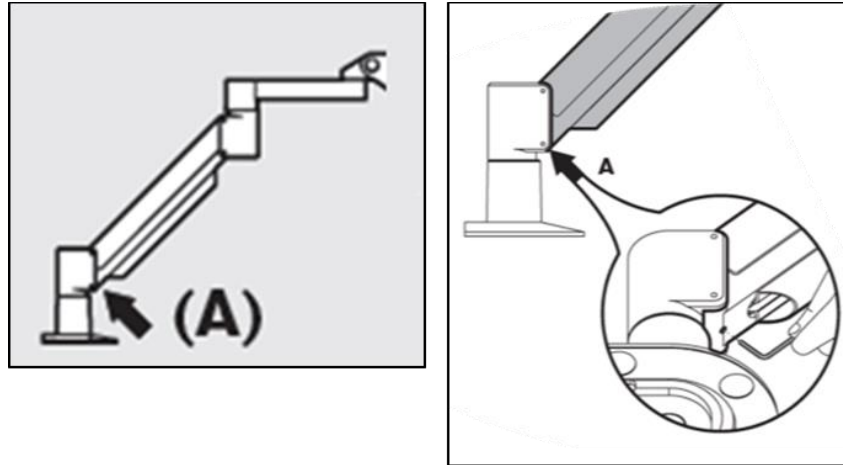

Figure 4-5. Desserrer la vis de réglage de contreponds A
- Si le bras s'affaisse lentement, relevez-le au maximum de sa plage de mouvements et desserrez la vis de réglage de contrepoids A en la tournant d'au moins un ½ tour. Utilisez une clé Allen 3/32. Voir la figure 4-5.
- Soulevez le bras dans sa position la plus élevée et serrez la **vis de réglage de contrepois A** jusqu'au contact, puis serrez de  $\frac{1}{2}$  à  $\frac{3}{4}$  de tour maximum. Voir la figure 4-5.